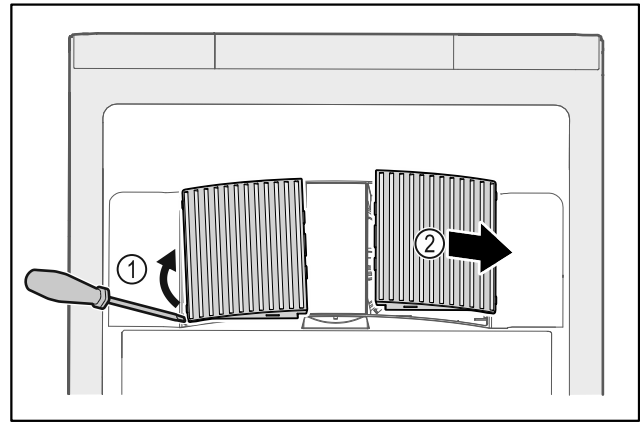

Fig. 141
- ▶ Scoateți cu grijă capacele ventilatoarelor de pe partea laterală Fig. 141 (1) și scoateți-le spre partea din față Fig. 141 (2).